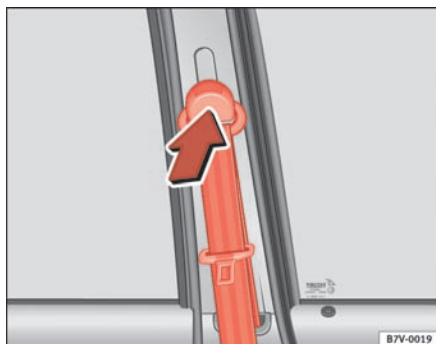

Fig. 15 Placering af selehøjdeindstilling
- Skub den øverste del ⇒ fig. 15 af vendebeslaget i pilens retning, og hold det i den position.